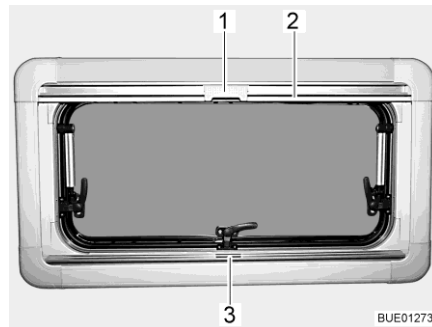
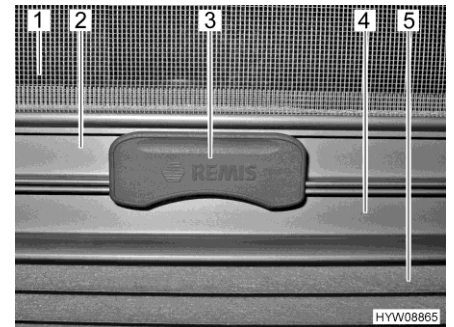

Bild 15 Överkantshängt fönster
Bild 16 Spärr
Plisségardin Plisségardinen (Bild 16,5) finns i den nedre rullgardinskassetten.
- Ta tag i mitten på plisségardinens list (Bild 15,3 och Bild 16,4) och drag den nerifrån och uppåt och släpp den vid önskad höjd. Plisségardinen stannar på denna höjd.
Insektsnät Insektsnätet (Bild 16,1) finns i den övre rullgardinskassetten.
- Drag, med listen (Bild 15,2 och Bild 16,2), ner insektsnätet tills listen stöter mot plisségardinen (Bild 16,4).
- Lås fast insektsnätets spärr (Bild 15,1 och Bild 16,3) på plisségardinens list. När spärren är låst, kan plisségardinen och insektsnätet justeras samtidigt.
- Tryck spärren (Bild 16,3) på insektsnätet uppåt.
- För långsamt tillbaka insektsnätet med listen (Bild 15,2).